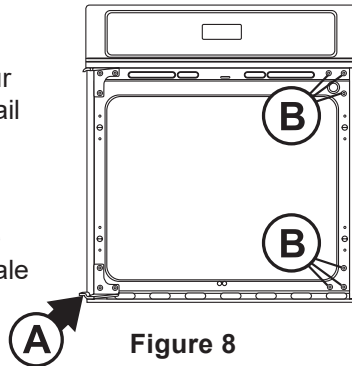

Figure 8
3.1.5. Remplacez la vis du pivot (Voir A, Figure 8) à sa position initiale sur la charnière.
- 3.2.1. Enlevez les six (6) vis et rondelles du côté droit de l'encadrement (Voir B, Figure 8). Conservez ces vis pour les réinstaller à l'étape 6.2.5.